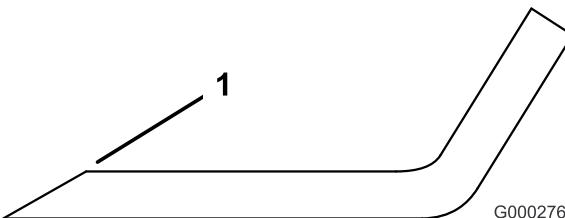

Figure 79
- Au moyen d'une lime, affûtez les tranchants aux deux extrémités de la lame (Figure 79). Veillez à conserver l'angle de coupe d'origine. Limez la même quantité de métal sur chacun des deux tranchants pour ne pas déséquilibrer la lame.